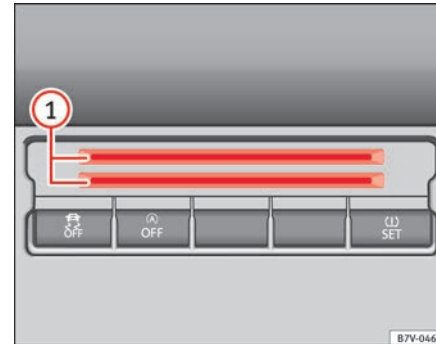

Abb. 106 Mittelkonsole unten: Kartenfach.
In der unteren Mittelkonsole können sich Kartenhalter ⇒ Abb. 106 ① zur Ablage von z. B. Münzen, Tankkarten, Parkscheinen oder Ähnlichem befinden.